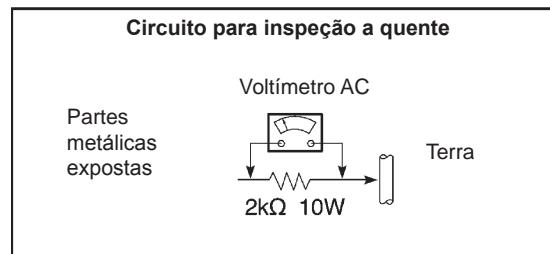

Fig. 1
INSPEÇÃO DE FUGA DE CORRENTE (INSPEÇÃO A QUENTE) (FIG. 1)
4. Meça cada parte metálica exposta com voltímetro e o resistor (Fig.1).